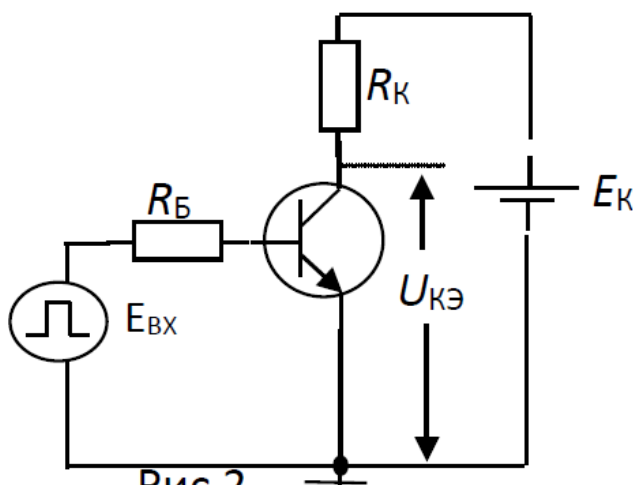

Рис.2
2. В схеме рис.2  $E_К=15\text{ В}$ ;  $R_К=10\text{ Ом}$ ;  $R_Б=200\text{ Ом}$ ;  $\beta=50$ ,  $E_{ВХ}=2\text{ В}$ .